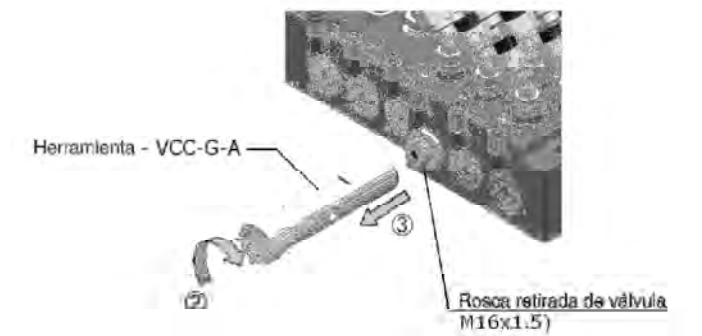

Figura 5
- Dé la vuelta a la herramienta (VCC-G-A), fíjela a la válvula, realice un giro de 45° a 90° en el sentido horario ② (para soltar las juntas tóricas) y extraiga la válvula ③. Véase la Figura 5.